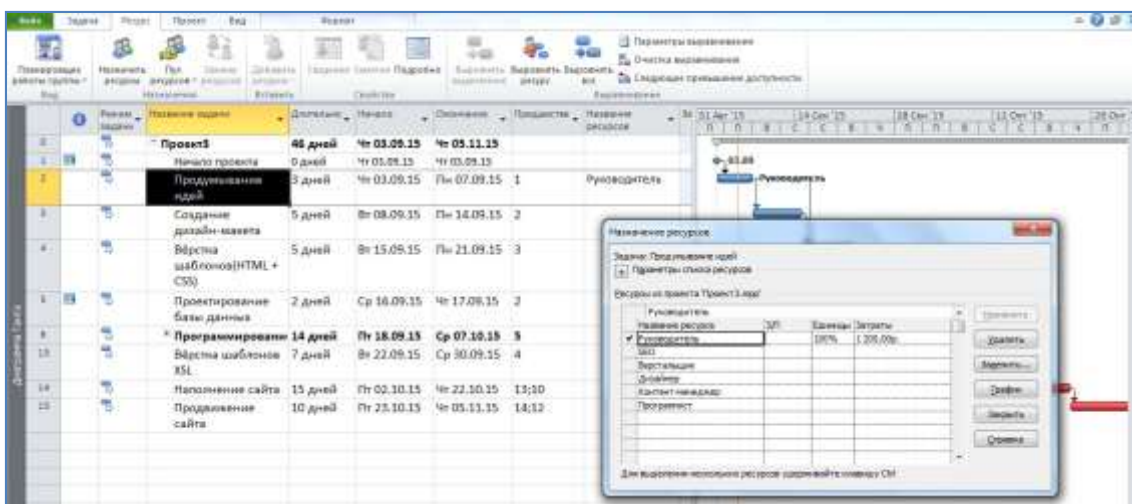

Рисунок 3.14 - Назначение ресурсов.
- в открывшемся окне со списком ресурсов указать нужный ресурс и подтвердить выбор кнопкой *Назначить* (Рисунок 3.14).